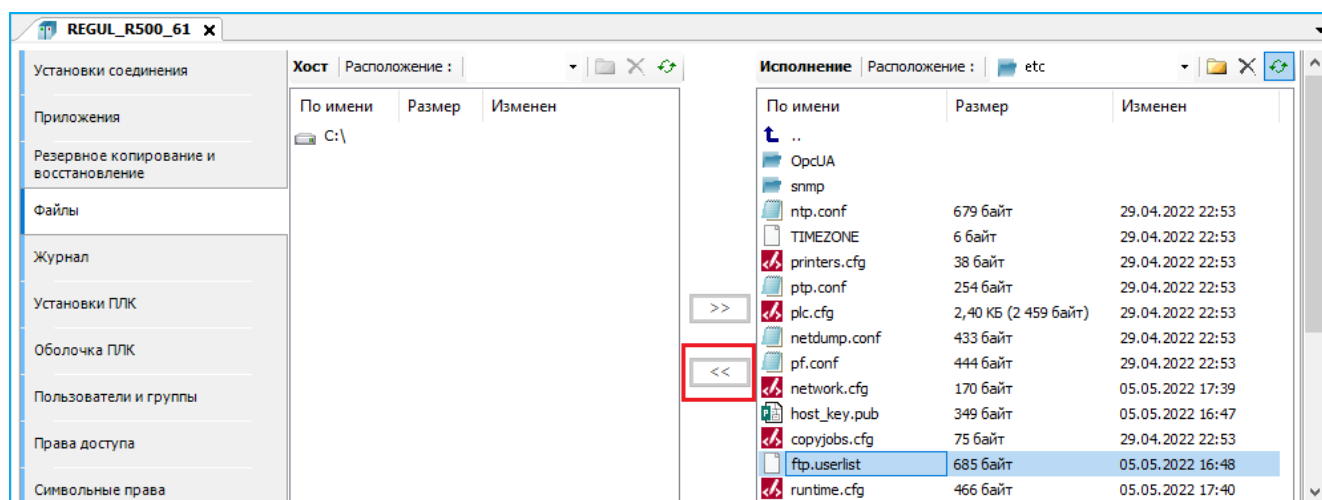

Рисунок 187 – Файл для конфигурирования учетных записей, расположенный в папке etc на контроллере
- на главной вкладке параметров устройства перейдите на вкладку **Файлы**. В области **Исполнение** нажмите кнопку  (**Обновить**). В окне отобразится дерево файлов, имеющихся на контроллере. Найдите папку **etc** (Рисунок 187);